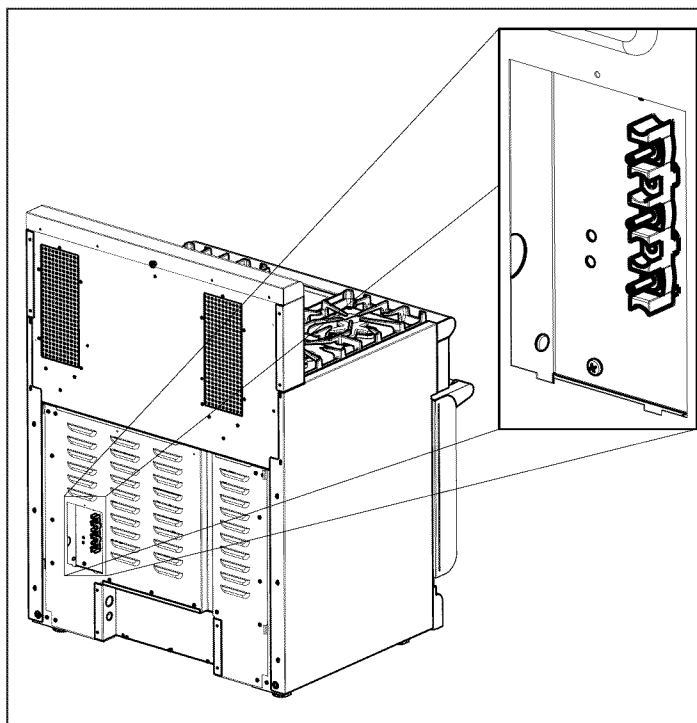
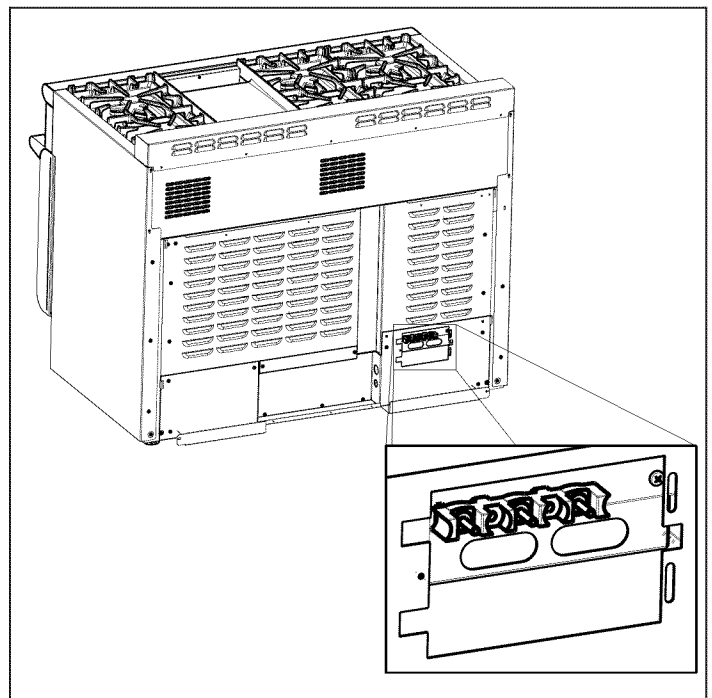
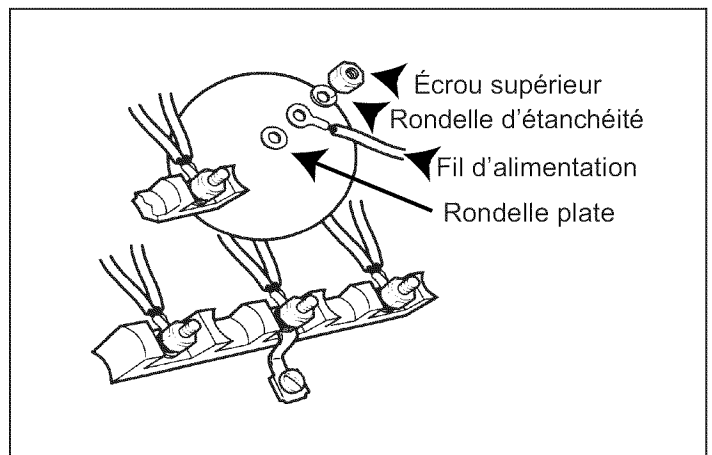

Figure 9a : Emplacement de la boîte de jonction pour les cuisinières de 30 po et 36 po
Figure 9b : Emplacement de la boîte de jonction pour les cuisinières de 48 po
Figure 10 : Fixation du conducteur
- **CONNEXION PERMANENTE (BRANCHEMENT FIXE)** - Les appareils peuvent avoir un branchement fixe à l'alimentation. L'installateur doit fournir un conduit en aluminium flexible approuvé, format 3/4 po, d'une longueur minimale de 6 pi. Localisez la boîte de jonction à l'arrière de l'appareil et enlevez le couvercle. Consultez la figure 9a ou le figure 9b, selon le type de modèle. Enlevez la vis de retenue du conducteur de terre et pliez le conducteur de terre vers le haut. Consultez la figure 10. Le conduit doit être installé sur la boîte de jonction à l'aide d'un connecteur de conduit approuvé.